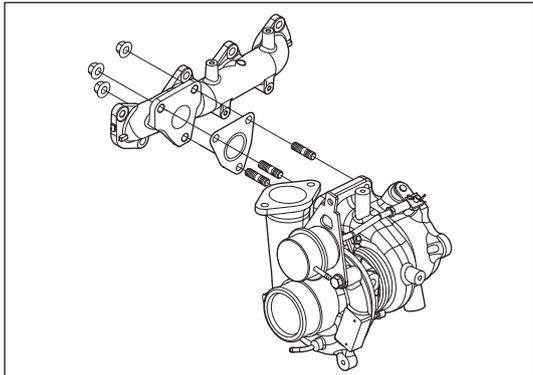

Рис. 7-2-5. Установка турбонагнетателя на выпускной коллектор
- (3) Установить турбонагнетатель на выпускной коллектор и закрепить с помощью трех шпилек и трех гаек, как показано на рис. 7-2-5.